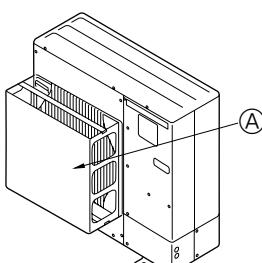

Fig. 2-3
② Τοποθετήστε έναν προαιρετικό οδηγό αέρα, αν πρόκειται να εγκαταστήσετε τη μονάδα σε σημεία όπου υπάρχει το ενδεχόμενο να φυσάνε απευθείας στο στόμιο εξαγωγής του αέρα πολύ δυνατοί άνεμοι κτλ. (Fig. 2-3)